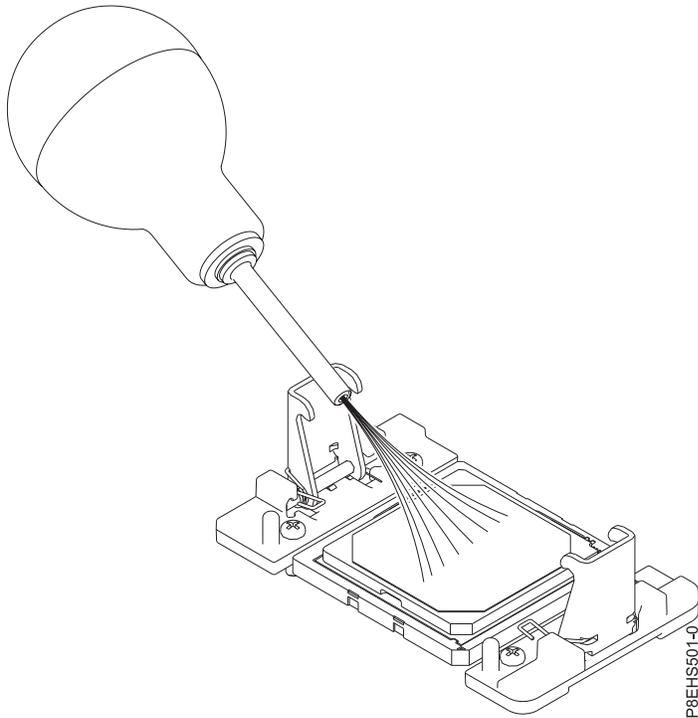

Figura 73. Eliminación de polvo y restos de suciedad del área del módulo de procesador del sistema
- a. Si hay restos de polvo o suciedad, utilice la bomba de aire proporcionada (número de pieza 45D2645) para limpiar el área del módulo del procesador del sistema. Sople pequeñas ráfagas de aire desde el centro hacia los lados del módulo del procesador del sistema, tal como se muestra en Figura 73 en la página 67. Si la bomba de aire no está ensamblada como se muestra en la Figura 73 en la página 67, apriete la punta a la bola.